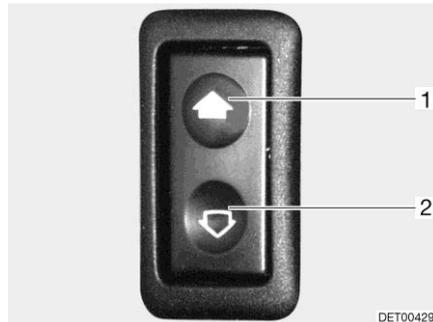

Fig. 32 Interruptor para los elevelunas eléctricos
- Abrir: ■ Pulsar la parte inferior del interruptor (Fig. 32,2).
- Cerrar: ■ Pulsar la parte superior del interruptor (Fig. 32,1).